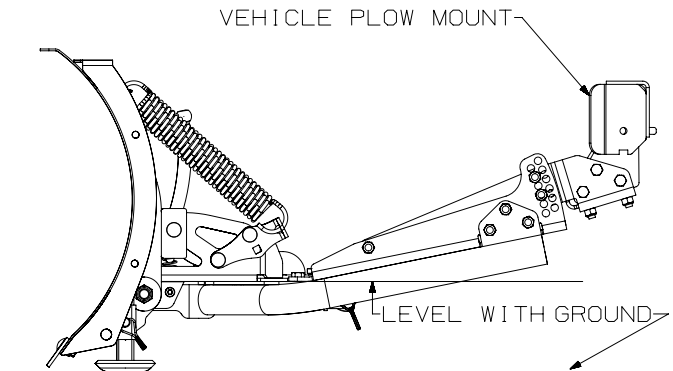

Figure 5
8. Les brides étant encore introduites dans le kit de montage de lame, positionnez la base de lame pour qu'elle soit de niveau avec le sol. Voir la figure 5.